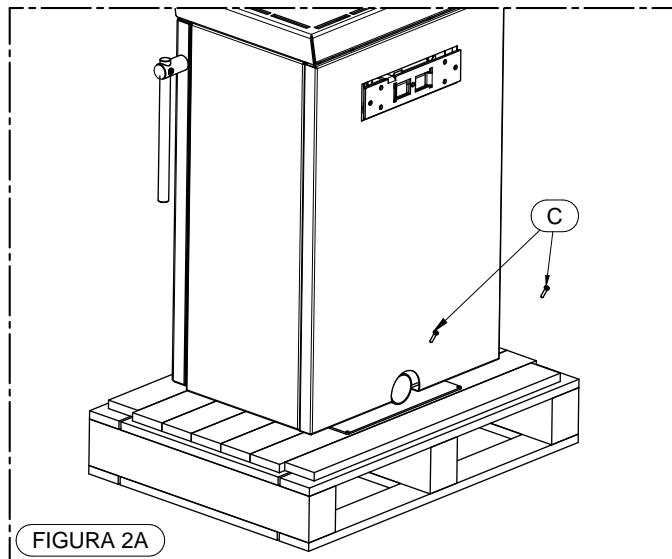

FIGURA 2A
- Quite el cartón (A) y los bloqueos (B).
- En el modelo ZEN, quite los tornillos (C) que fijan el equipo al palé (figura 2A).